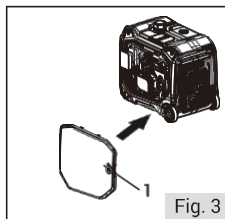

Fig. 3
3. Reinstalați capacul (fig. 3 - 1).